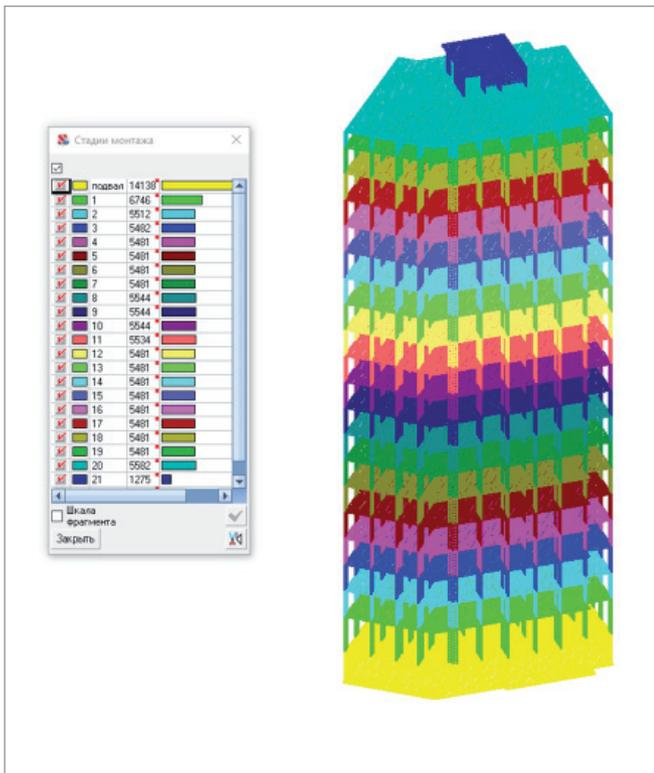

Рис. 43. Цветовая шкала стадий монтажа
- реализована цветовая шкала стадий монтажа (рис. 43);